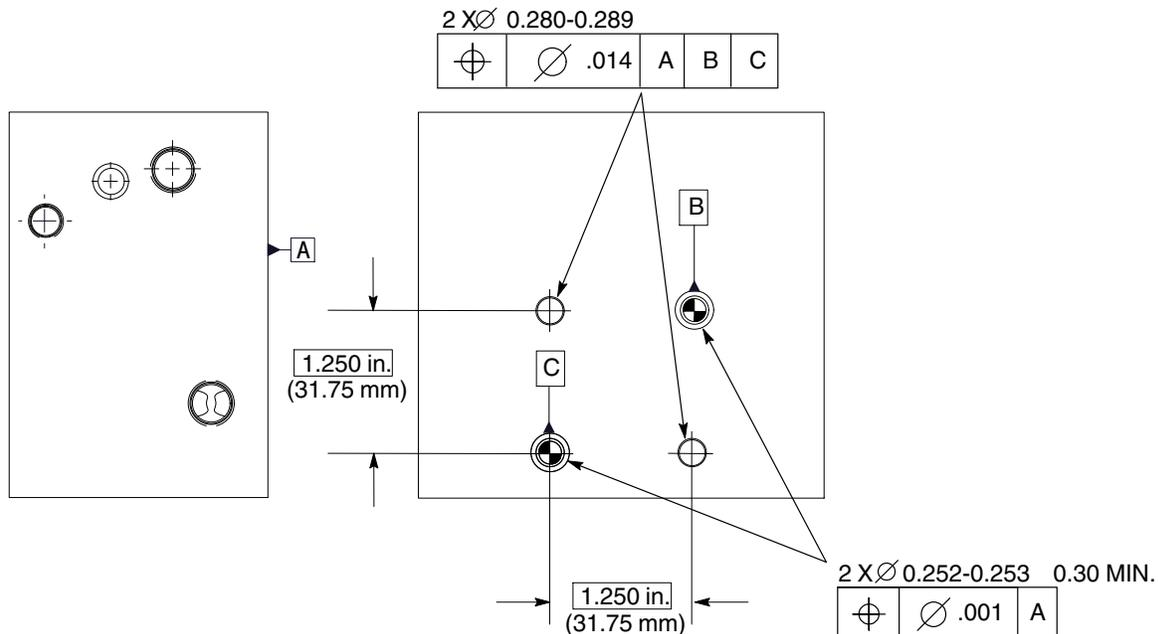

Figure 4 Fixation autonome
1. Voir la Figure 4 pour les caractéristiques de fixation de la vanne de dépose sur une surface de montage.